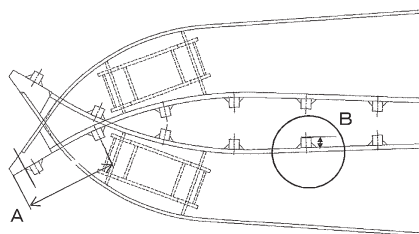

図 10-5 つかみポイント測定部詳細
(1) ツース測定方法 (図 10-5)
- ①安全のため平らな所で接地させて行うこと。
- ②先端から2番目の滑り止め部材中央からツース先端までの距離Aを測定する。
- ③ツース先端は中央部から測定すること。
(2) すべり止め部材測定方法 (図 10-5)
- ①すべり止め部材の突出した部分Bを測定する。